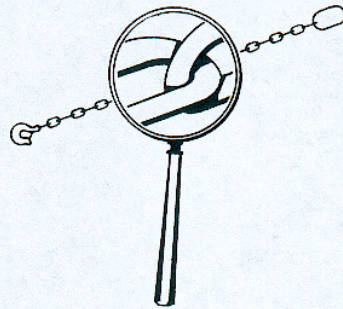

fig.90
- **MAI** utilizzare imbracature senza averne controllato l'idoneità (fig.90).